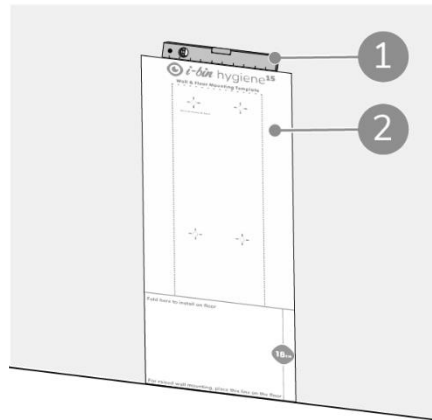

Figura 12
Coloque la plantilla (pos 2, Figura 12) con la parte inferior en el suelo. Compruebe con un nivel de agua (pos 1, Figura 12) si la plantilla está exactamente horizontal.